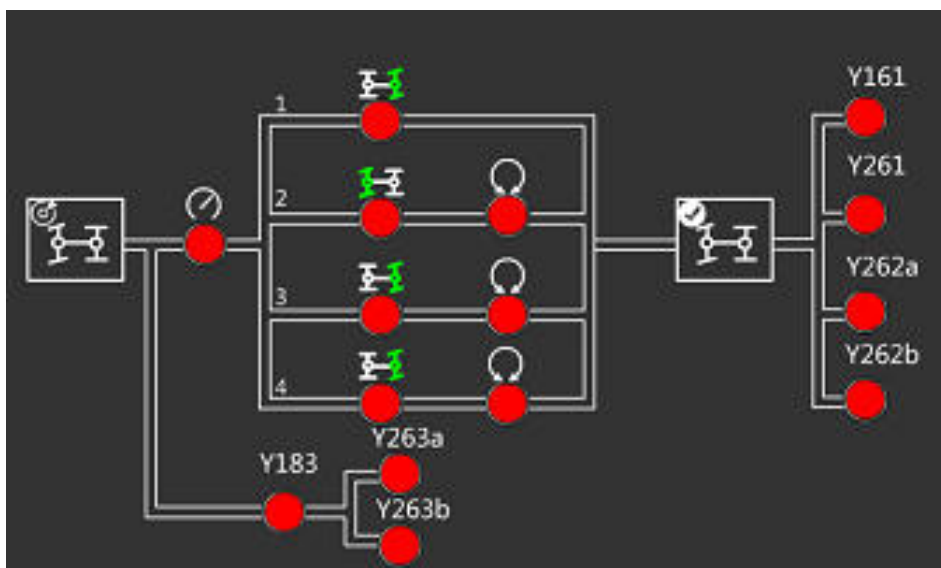

Рис. 3-33 Процесс устранения неисправности
3. Сразу после каждого ремонта выключить питание ключом зажигания и включить его снова, чтобы убедиться, что неисправность устранена. В то же время проверить другие неисправности. Продолжайте проверять в соответствии с процессом, показанным на рис. 3-33, до тех пор, пока «состояние системы рулевого управления не появится» в «состоянии системы».